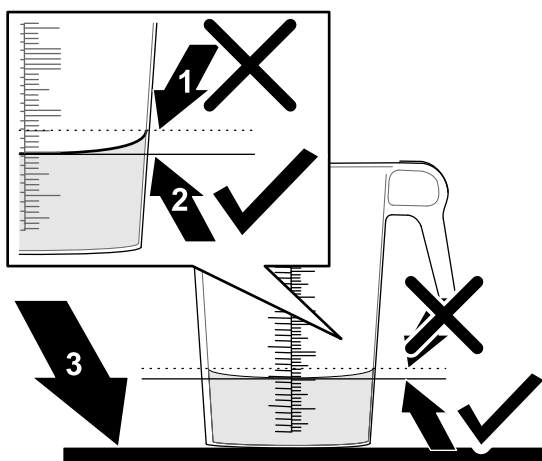

Figure 50
6. Placez le récipient gradué sur une surface plane et horizontale, et notez le volume de liquide (Figure 50).